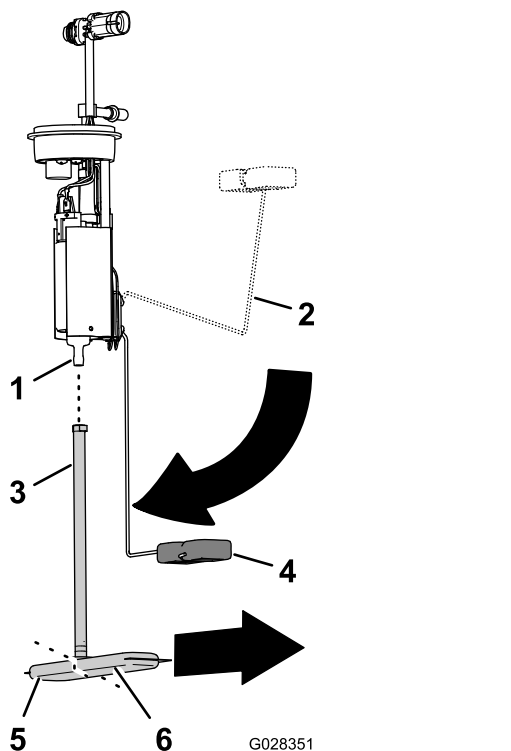

図 85
1. 燃料ポンプのフィッティングから燃料フィルタのピックアップチューブを外す 図 85。
2. 新しい燃料フィルタのピックアップチューブを、燃料ポンプのフィッティングに合わせる 図 85。
3. 燃料フィルタの長い方の脚を、フロートのアームが「残量ゼロ」位置の時のフロートに合わせる 図 85。
4. 燃料ポンプのフィッティングをピックアップチューブの一番奥まで入れる 図 85。
2. 燃料ポンプ / センターユニットを、燃料タンク内部に入れる 図 84 と 図 85。